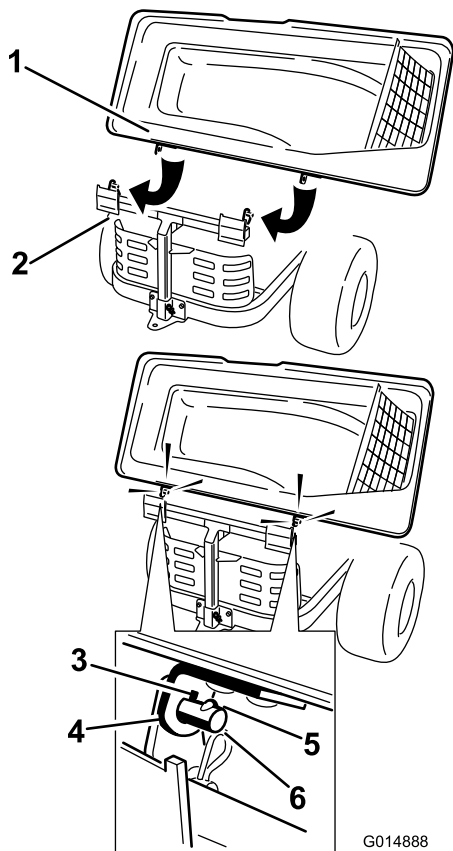

Figure 22
3. Faites pivoter le couvercle pour aligner les trous de clavettes dans les supports supérieurs du système de ramassage sur les clavettes des ergots du cadre (Figure 22).